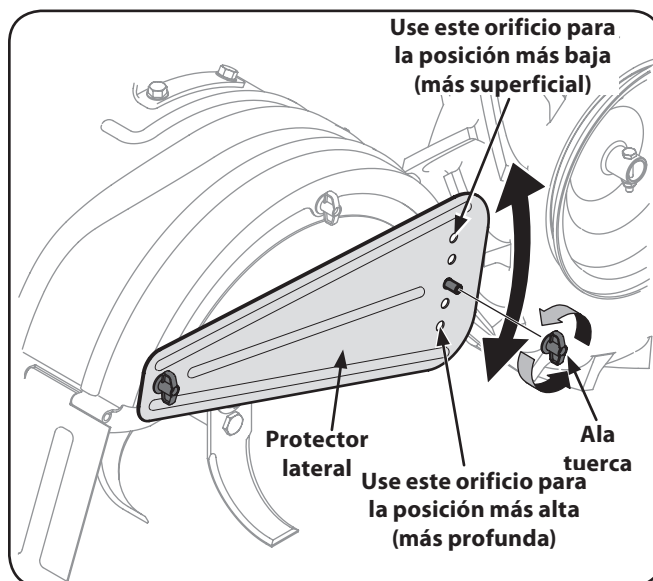

Figura 1-2
2. Al romper el césped y para el cultivo poco profundo, utilice la configuración que le da una "profundidad de la labranza (segundo agujero desde la parte superior). Coloque los protectores laterales en su posición más baja. Véa la Figura 1-2.
7. Para ajustar la protección lateral, retire las tuercas de mariposa. Mueva el protector lateral a la posición deseada y vuelva a colocar las tuercas de mariposa. Apriete con seguridad. Véa la Figura 1-2.